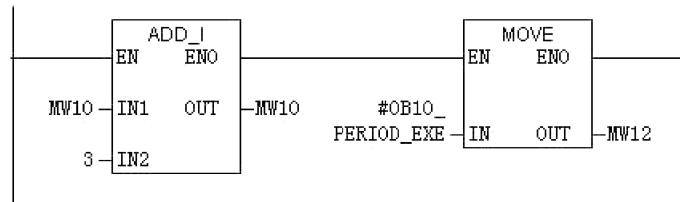

图 5-19 在 OB10 里编写的程序
- 4) 打开 OB10, 出现如图 5-18 所示画面。在 OB10 里编写程序, 如图 5-19 所示, 然后保存。